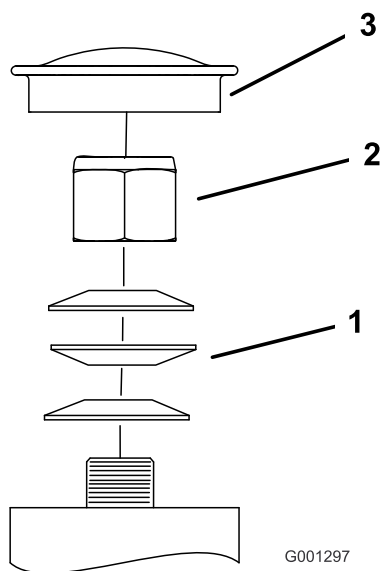

Figura 56
3. Retire el tapón guardapolvo de la rueda giratoria y apriete la contratuerca (Figura 56).
4. Apriete la contratuerca hasta que las arandelas de muelle estén planas, luego afloje $\frac{1}{4}$ de vuelta para establecer la pre-carga correcta de los cojinetes (Figura 56).
Importante: Asegúrese de que las arandelas de muelle están correctamente instaladas, según se muestra en Figura 56.
5. Coloque el tapón anti-polvo (Figura 56).